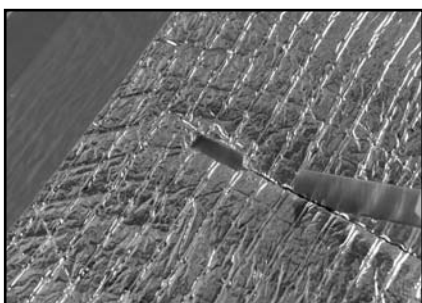

Рис.23
7) Прикрепите алюминиевой лентой температурный датчик в 1-0,5 см от нагреваемой (черной) части панелей, предварительно сделав под датчик вырез в теплоизоляции, подключите нагревательные элементы и датчик к терморегулятору. (Рис. 23,24,25,26,27). Включите терморегулятор на нагрев, после несколь-